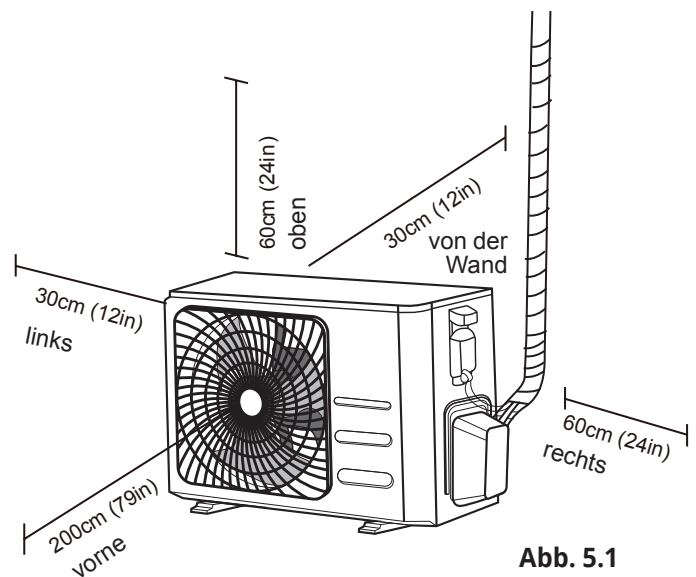

Abb. 5.1
- Sie erfüllen alle Anforderungen, wie in Abschnitt Spezifikationen des Installationsstandorts (Abb. 5.1) beschrieben